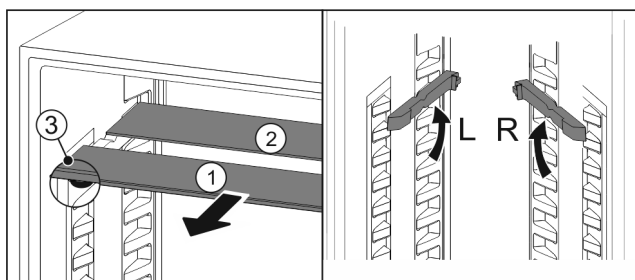

Fig. 126
- Tërhiqni një nga një pllakat e xhamit nga përpara Fig. 126 (1).
- Pllaka e xhamit Fig. 126 (1) me kornizën ndodhet përpara.
- Ndaluesit Fig. 126 (3) janë të drejtuar për poshtë.